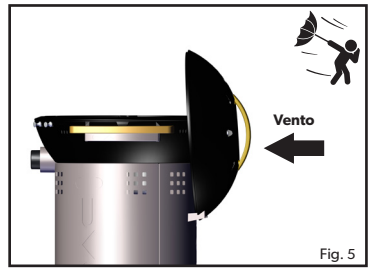

Fig. 5
- NOTA!** Se l'apparecchio viene utilizzato in presenza di vento, usare il coperchio a cupola come protezione antivento posizionandolo come illustrato nella Fig. 5.